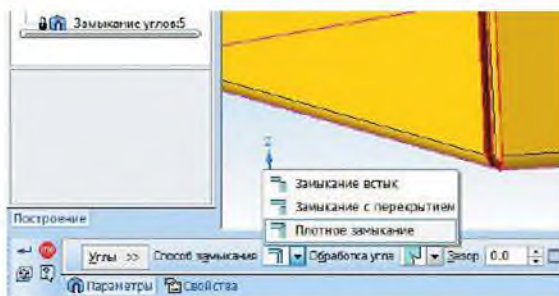

Рисунок 9.12 Выполнение команды *Замыкание углов*
6. Далее выполнить команду *Замыкание углов* . В *Панели свойств* представлено несколько способов. Для ребер короба выбрать  *Плотное замыкание* и для углов основания короба –  *Стык по кромке* (рисунок 9.12). Результат операции показан на рисунке 9.13.